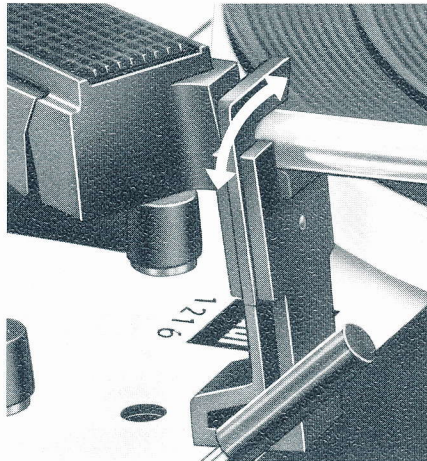

Fig. 7
Dann wählen Sie die erforderliche Plattenteller-Drehzahl ②, stellen die Drehtaste ⑯ auf den Schallplatten-Durchmesser (17, 25 oder 30 cm, bzw. 7, 10 oder 12") ein und entriegeln den Tonarm (Fig. 7).
erfolgt die Rückführung des Tonarmes und das Abschalten automatisch. Es empfiehlt sich, nach Beendigung des Spieles den Tonarm zu verriegeln (Fig. 7).